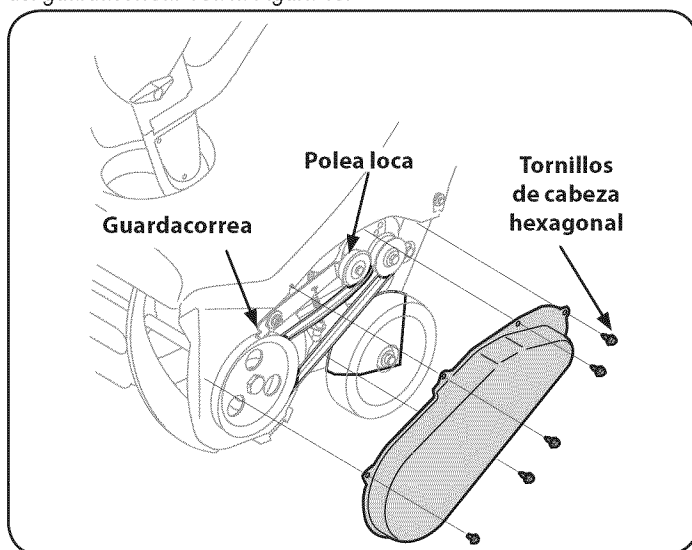

Figura 18
1. Para sacar la cubierta de la correa saque los cinco tornillos hexagonales que la sujetan al bastidor. Vea la Figura 18.
NOTA: Tire hacia abajo la polea loca para soltar la correa de debajo del guardacorrea. Vea la Figura 18.